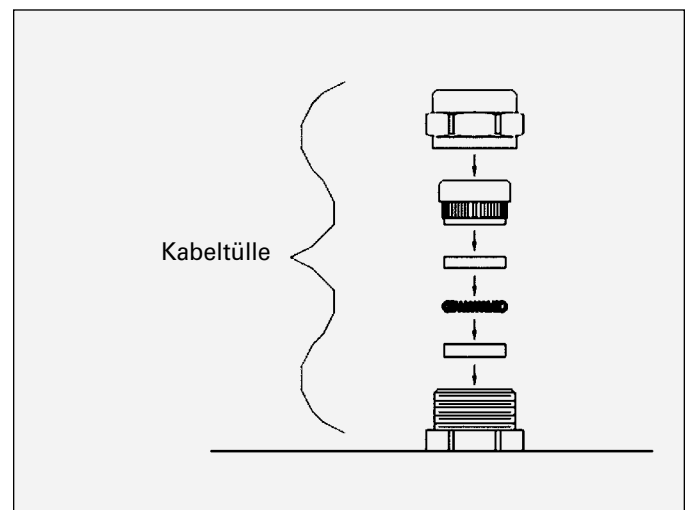

Abbildung 6: Kabeltülle
1. Entfernen Sie die Kabeltüllenteile vom gewünschten I/O-Steckergehäuse (siehe Abbildung 6).